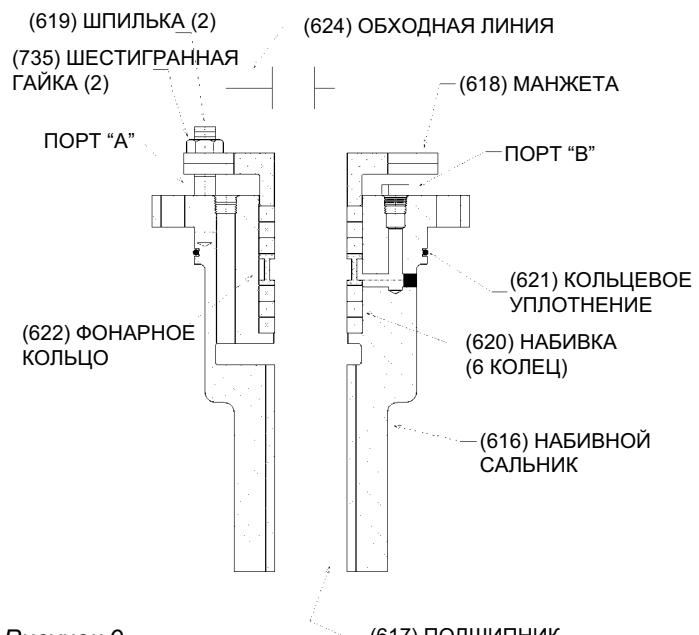

Рисунок 9
1. Если набивной сальник (см. рис. 9) или натяжная гайка (см. рис. 10) присоединены к головке, удалить их и весь прикрепленный трубопровод.
2. В случае резьбовой колонны убедиться, что фланец колонны (637)очно прикреплен к нижней части нагнетательной головки. Проверить и затянуть колпачковые винты (или винт с головкой под ключ) постепенно в диаметрально противоположных парах.